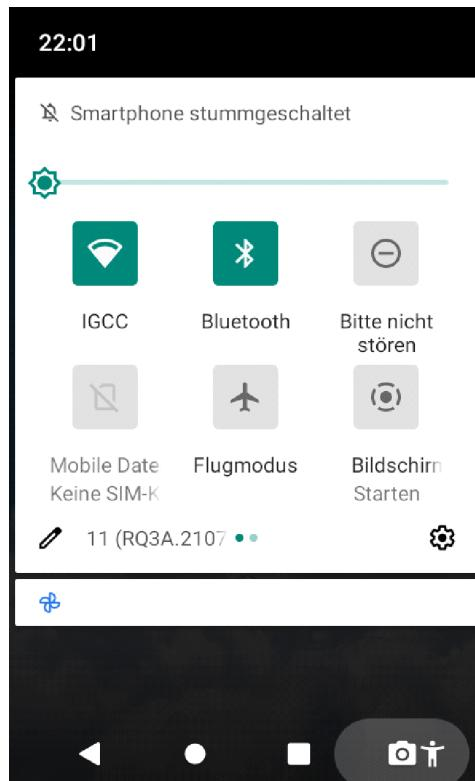

Abb.5
2. Durch zweimaliges Wischen vom oberen Bildschirmrand öffnet sich das erweiterte Quick Access Menu. Darüber befindet sich ebenfalls ein Schieberegler zur Helligkeitsregulierung. (Abb.5)
Durch erneutes Streichen nach unten erweitert sich das Quick Access Panel. (Abb.5)